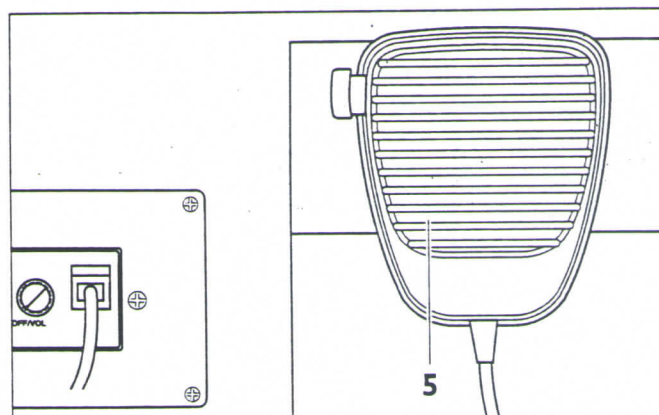

Fig. 79/1 Aparelho de sirene/altofalante no painel do teto
- Pegue o microfone (Fig. 79/1, Pos. 5) e fale por meio dos altofalantes exteriores.